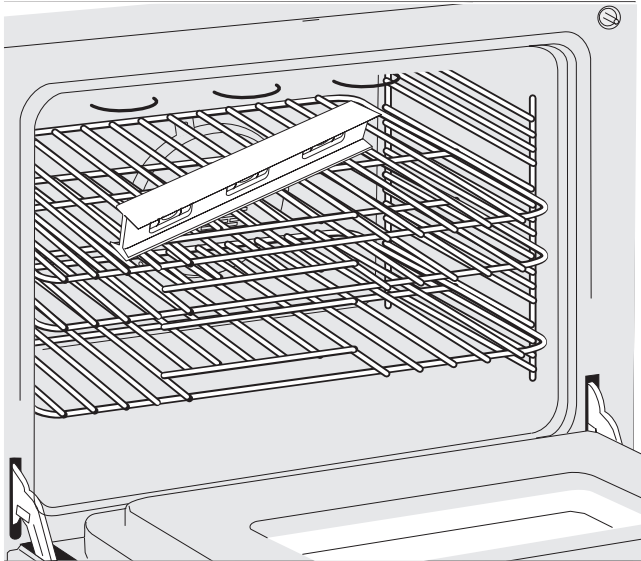

Figura 21: Utilice las parrillas del horno para nivelar el electrodoméstico.
2. Coloque un nivel en la parrilla (Figura 21). Realice dos lecturas con el nivel colocado en diagonal, primero en una dirección y luego en la otra.